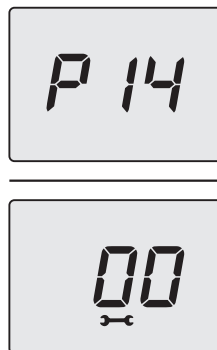

Figura 5.43
- Premere per 1 sec. il tasto 14 (Figura 5.39) per entrare nel parametro selezionato. Il display visualizzerà quanto segue (Figura 5.43).